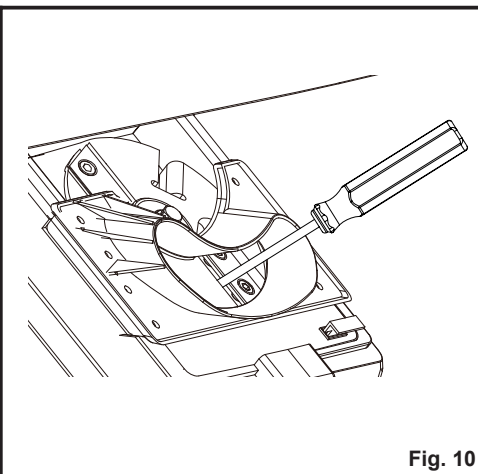

Fig. 10
- Utilisez un tournevis ou une cheville en bois (non fournie) pour empêcher la plaque de la lame de tourner (Fig. 10).